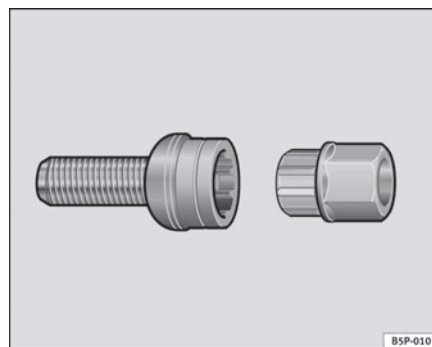

Fig. 140 Tyverisikret hjulbolt
- Sæt adapteren helt på hjulbolten ⇒ side 195, fig. 140.